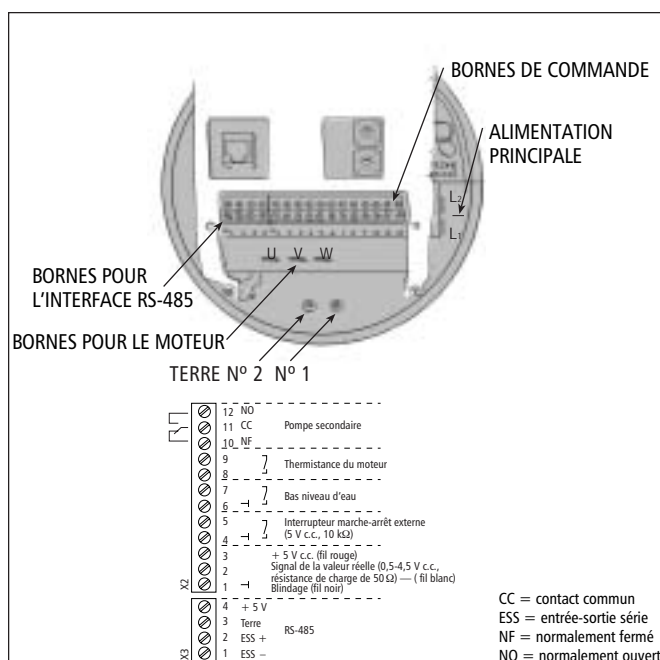

Figure 6
(Le jeu d'accessoires électriques contient certaines pièces qui seront requises pour la connexion.) Voir les fig. 6 et 7 avant de procéder.
2. **Connexion des fils de moteur** : repérer les bornes U, V, W et Terre no 1 sur l'AQUAVAR (v. fig. 6). Y connecter les fils de moteur et les câbler suivant la figure 7.
Choisir un serre-câble libre sur la plaque de raccordement de l'AQUAVAR et y enfiler l'autre extrémité du câble du capteur. Couper le câble à la longueur appropriée et en brancher les fils aux bornes X2-1, X2-2 et X2-3 (v. fig. 6).
- Systèmes à pompes multiples** : brancher un câble blindé à trois conducteurs aux bornes X3-1, X3-2 et X3-3 pour relier les AQUAVAR 56 entre eux. Ces bornes sont réservées à l'interface RS-485 (v. fig. 6 et 7). Le fil blindé peut être mis à la terre à X3-3.
- Contacteur bas niveau d'eau** : le contacteur sert à indiquer un bas niveau d'eau. Le brancher aux bornes X2-6 et X2-7 (fig. 6). **Relier les bornes par un fil volant si elles ne sont pas employées.**
- Interrupteur marche-arrêt** : l'interrupteur permet d'arrêter et de mettre l'AQUAVAR 56 en marche à partir d'un contrôleur ou d'un tableau externe. Le connecter aux bornes X2-4 et X2-5 (fig. 6). **Relier les bornes par un fil volant si elles ne sont pas employées.**